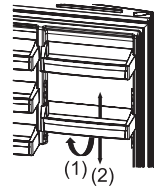

Abb. 1
Heben Sie die Vorderseite der Ablage (1) an und bewegen Sie die verstellbare Türablage (2) mit beiden Händen (Abb. 1) nach oben oder unten